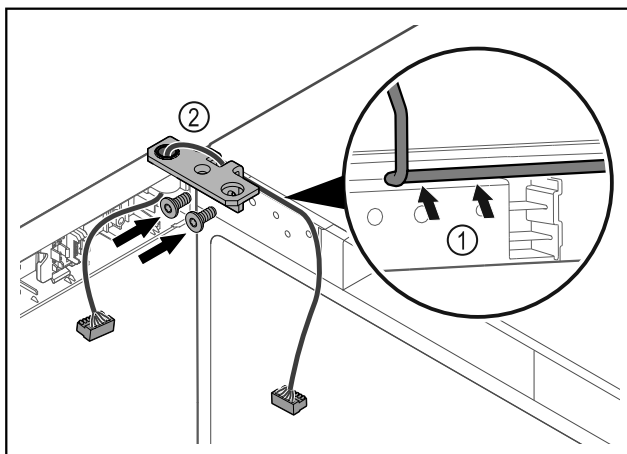

Fig. 43
- Sæt kablet gennem hængselvinklens udsparring, og træk det forsigtigt Fig. 43 (1).
- Skru hængselvinklen Fig. 43 (2) på.